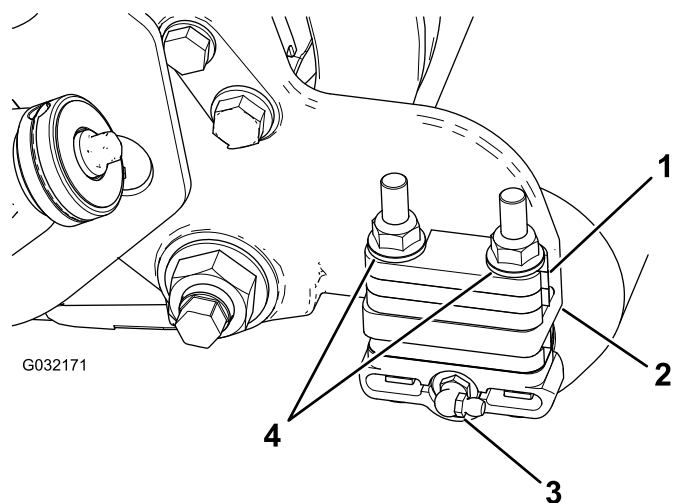

Рисунок 3
1. Снимите масленку катка с боковой стороны режущего блока, у которого установлен корпус щетки катка (Рисунок 3).
1. Выверните две фланцевые контргайки, которые крепят кронштейны катка к боковым пластинам, а также снимите все проставки толщиной 6 мм, которые расположены на верхней стороне монтажного фланца боковой пластины (Рисунок 3).